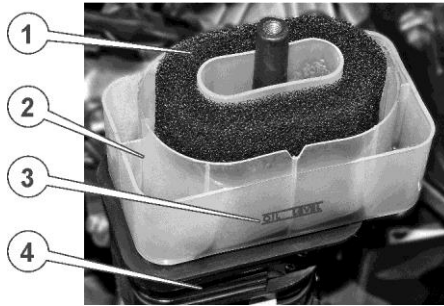

Рис. 15. – Відкритий повітряний фільтр
2. Дістати поролоновий фільтрувальний елемент з піддона (див. рис. 15.), промити його в розчині мийного засобу (можна використовувати дизельне паливо або, у разі особливо сильного забруднення, гас), віджати і ретельно висушити. Якщо фільтрувальний елемент надмірно забруднений або пошкоджений – замінити його.
4. Установити піддон на місце, налити в нього 50-70 г моторного мастила (до позначки рівня на корпусі масляної ванни, див. рис. 15.), рівномірно розподіливши його по секціях піддону.